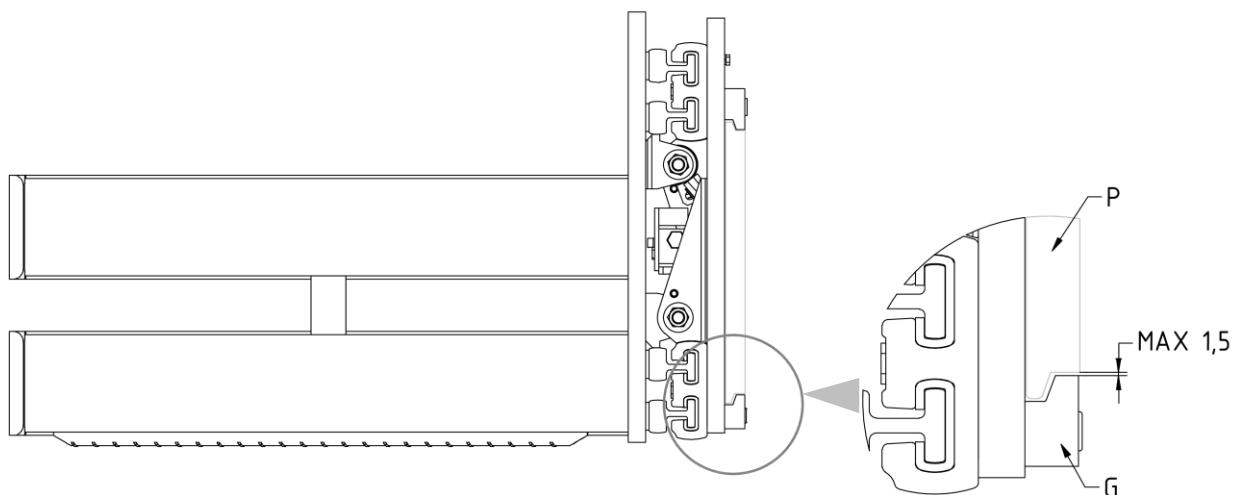

Abbildung 4
7. Schrauben Sie die 2 unteren Haken G so an, dass ihr Körper auch unterhalb der Trägerplatte der Gabel P eingehängt bleibt (mit einem Spiel von max. 1,5 mm, siehe Detail *Abbildung 4*) und ziehen Sie sie mit dem in der *Tabelle 3* genannten Anzugsmoment an.